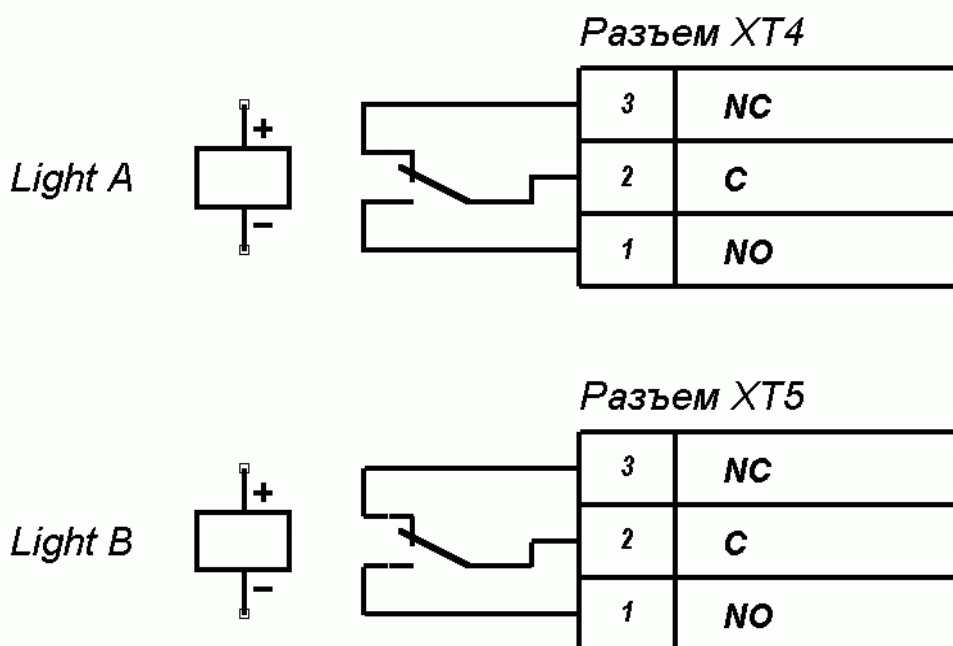

Рисунок 7 – Выходные каскады для Light A и Light B
6.9.4. Выносные индикаторы подключаются на клеммные колодки "ХТ4" (Light A) и "ХТ5" (Light B). При этом реле Light A (Light B) активизировано (на его обмотку подано напряжение), когда горит соответствующая данному направлению прохода зеленая стрелка на световом табло, и нормализовано (на его обмотку напряжение не подано), когда соответствующая данному направлению прохода зеленая стрелка на световом табло не горит. Факт срабатывания/отпускания реле Light A и Light B можно определить по загоранию/гашению красных индикаторов, которые установлены вблизи указанных реле (см. рисунок 2). Выходные каскады для Light A и Light B — перекидные контакты реле (см. рисунок 7) со следующими характеристиками сигналов: